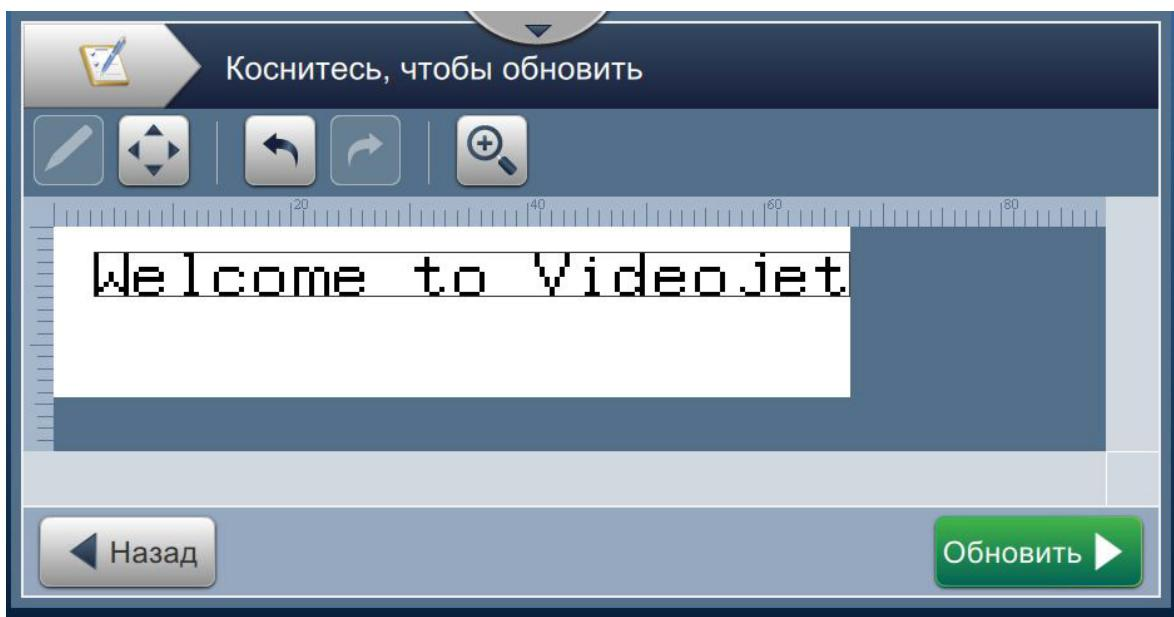

Рис. 5-14: Редактор заданий
3. Чтобы отредактировать пользовательское поле, нажмите кнопку  , как показано на Рис. 5-14.
5. Чтобы изменить расположение поля, коснитесь поля и нажмите кнопку  , как показано на Рис. 5-14.